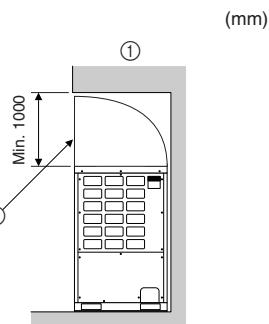
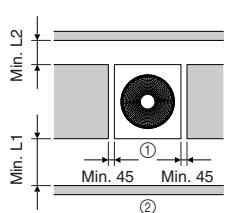

Fig. 2-5
Fig. 2-6
① Se vi è poco spazio tra l'unità e l'ostacolo (Fig. 2-5).
② Utilizzare una guida della bocca di uscita (da acquistare localmente).
(3) Se la presa di ingresso dell'aria è collegata sui lati destro e sinistro (Fig. 2-6)